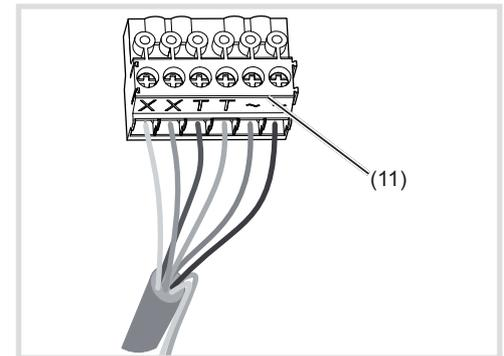

Bild 6: verdrahteter Anschluss-Klemmblock
- Anschluss-Klemmblock (11) vom Gerät nach unten hin abziehen.
- Adernpaar der 2Draht Busleitung an die Klemmen **XX** des Anschluss-Klemmblocks anschließen (Bild 6).
- Gegebenenfalls Türöffner-Leitung an die Klemmen **TT** des Anschluss-Klemmblocks (Bild 6 und 7) anschließen.
- Für Ruftasten-Hinterleuchtung 12 V~ Zuleitung vom Netztransformator an die Klemmen **~** des Anschluss-Klemmblocks anschließen (Bild 6 ... 8).